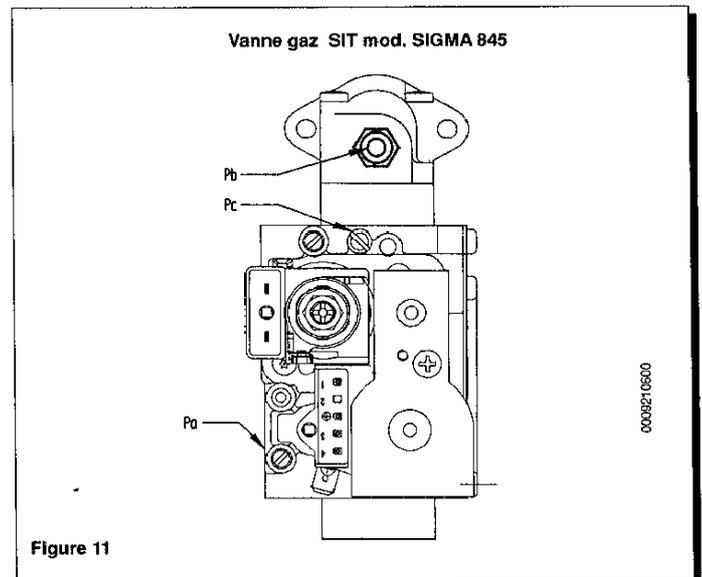

Figure 11
- relier la prise de pression positive d'un manomètre différentiel, de préférence à eau, à la prise de pression (Pb) du raccord gaz (figure 11). Relier, pour les modèles à chambre étanche, la prise négative du manomètre à un "T" spécifique permettant de relier ensemble la prise de compensation de la chaudière, la prise de compensation de la vanne gaz (Pc) et le manomètre lui-même. (Une mesure équivalente peut être effectuée en reliant le manomètre à la prise de pression (Pb) et sans le panneau frontal de la chambre étanche); Une mesure de la pression aux brûleurs effectuée sans respecter la méthode décrite pourrait être faussée du fait qu'elle ne tiendrait pas compte de la dépression créée par le ventilateur dans la chambre étanche.
- ouvrir la vanne gaz et tourner le commutateur (1) afin de mettre la chaudière en position Hiver (→);
- s'assurer que la pression dynamique d'alimentation de la chaudière, mesurée au niveau de la prise de pression (Pa) de la vanne gaz (figure 11) soit correcte (28 mbar pour gaz butane, 37 mbar pour gaz propane, 20 mbar pour gaz G.20 ou 25 mbar pour gaz G.25).